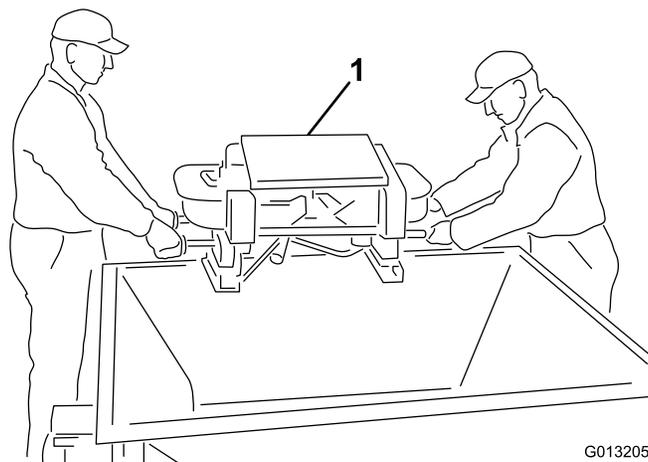

图5
4. 此步骤需要两个人来完成。使用双甩盘外部的握柄、将双甩盘从料斗中提出。将双甩盘放到地上（图5）。